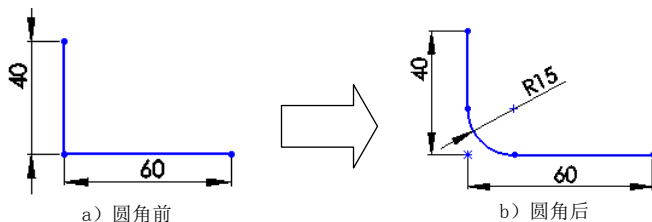

图 2.6.5 绘制圆角
下面以图 2.6.5 为例,说明绘制圆角的一般操作过程。
Step4. 选择倒圆角边。分别选取图 2.6.5 所示的两条边,系统便在这两个边之间创建圆角,并将两个草图实体裁剪至交点。